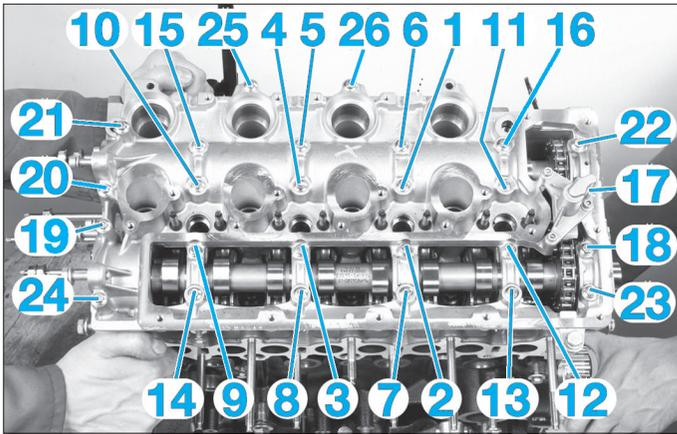

Fig. 56
- Serrer le carter paliers d'arbres à cames dans l'ordre et aux couples de serrage prescrits (Fig.56).